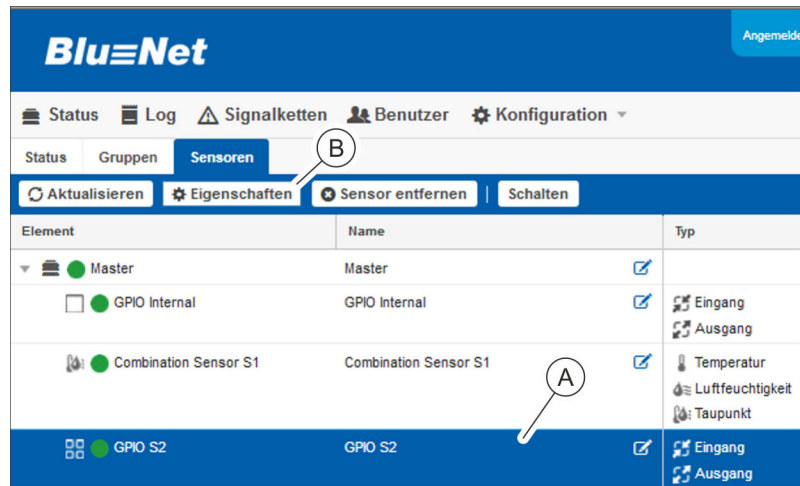

Abb. 130: Menü "Status" – Registerkarte "Sensoren"
4. ➤ In der Registerkarte "Sensoren" das gewünschte GPIO-Modul auswählen (Abb. 130/A).
5. ➤ Über die Schaltfläche „Eigenschaften“ die Detailansicht aufrufen (Abb. 130/B).